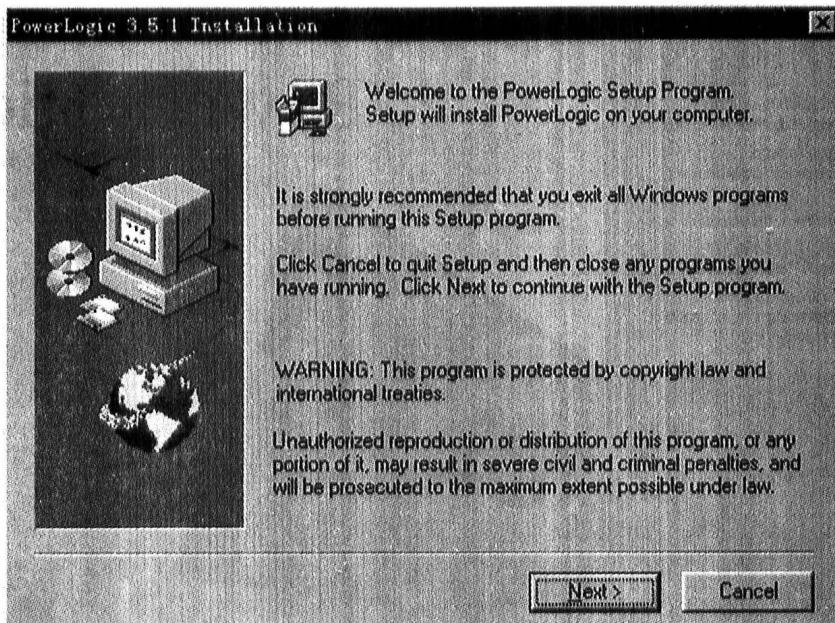

图 1-2 安装提示
(1) 点击 **Install PowerLogic** 按钮后,系统经过一段时间的环境检查,启动安装程序。这时,系统将弹出如图 1-2 所示的窗口。在窗口中显示了一些 PowerLogic 安装中的注意事项,建议用户在安装时将其他 Windows 窗口关掉。如果当前系统中存在其他 Windows 窗口,用户可以先退出安装程序,在关掉其他 Windows 窗口后再继续进行安装。